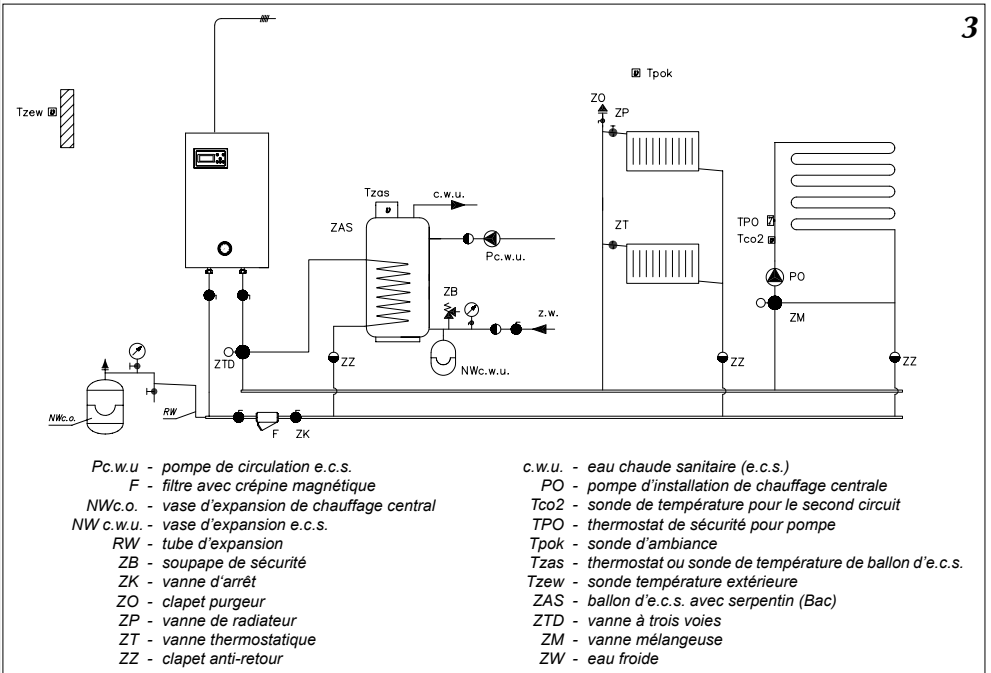
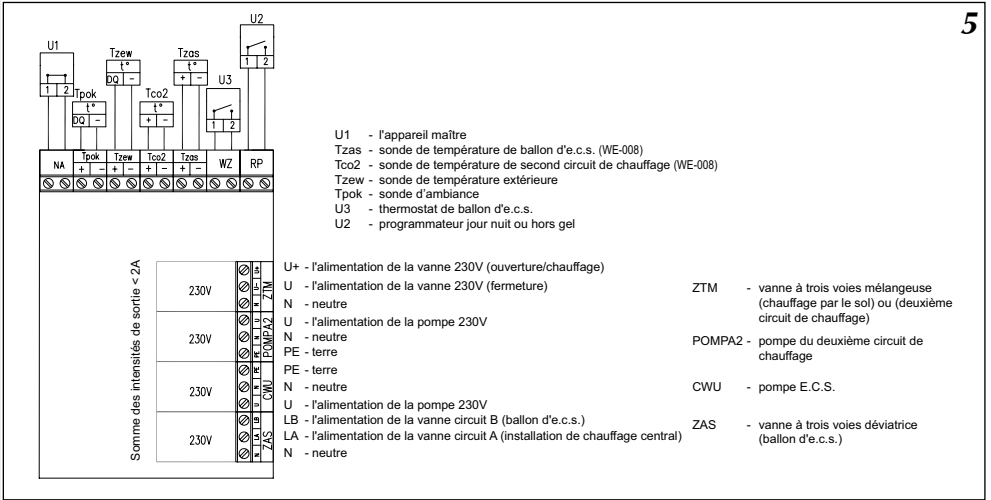

Figure 3 Exemple d'une installation du chauffage central , radiateur, plancher chauffant, ballon d'e.c.s et circuit e.c.s.
Figure 5 Branchement des appareils extérieurs au module ZIO
- contact NA sur module ZIO ferme (regarde fig. 5)
Selon les besoins, il est possible le branchement au chaudière de dispositifs supplémentaires et capteurs nécessaires (fig. 5).
Le choix doit être confirme dans le Menu de service par une réglage de paramètre Tzas. Voir branchements du thermostat ou de la sonde de température (fig.5).
Connecteur ZTM sur le module ZIO22 fig.5 est utilisé pour connecter la vanne mélangeuse motorisée 3v pour alimenter le second circuit de chauffage (fig. 3 ZM). Ce circuit doit être conçu pour être alimenté par les paramètres inférieurs que circuit de la chaudière. Par exemple, lorsque le circuit chauffage de la chaudière est réglée sur la température maximale de 85° C (voir «Menu service» paramètres WChG, WChG2, Tcomax et Tc2max), le second circuit peut être utilisé pour alimenter le chauffage par le sol avec une température maximale de 60°C. **Dans ce cas, il est indispensable d'ajouter un équipement de sécurité supplémentaire, protection contre la température excessive dans la deuxième circuit de chauffage.** Pour mesurer la température du deuxième circuit de chauffage il faut utiliser capteur WE-008.